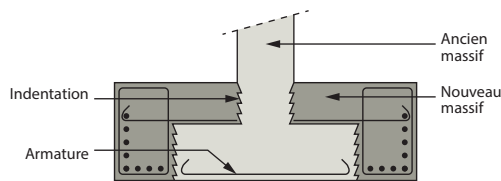

Fig.5 Fondations : renforcement avec surépaisseur de la semelle (coupe transversale)
- Renforcer le système de fondations en augmentant la surface d'assise pour réduire la pression du sol et en renforçant le ferrailage de la semelle (Fig. 5, 6, 7, 8).